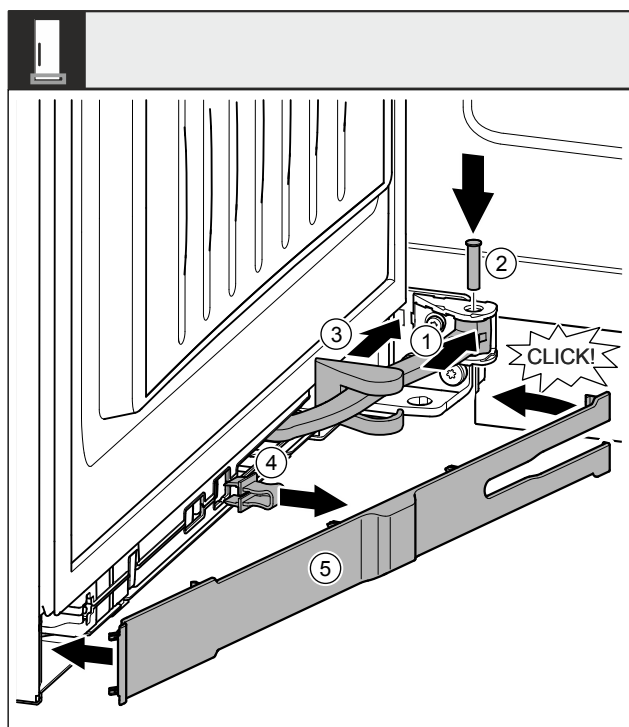

Fig. 50
- ▶ Tourner la jointure Fig. 50 (1) dans la fixation.
- ▶ Insérer l'axe Fig. 50 (2) dans la fixation et la jointure avec un tournevis. Veiller à ce que l'ergot soit bien en place dans la rainure.
- ▶ Faire glisser le cache du support de palier Fig. 50 (3) le long de la jointure et le monter au-dessus de la fixation.
- ▶ Retirer la fixation Fig. 50 (4).
- ▶ Placer le cache Fig. 50 (5) côté poignée et le faire basculer vers l'intérieur.